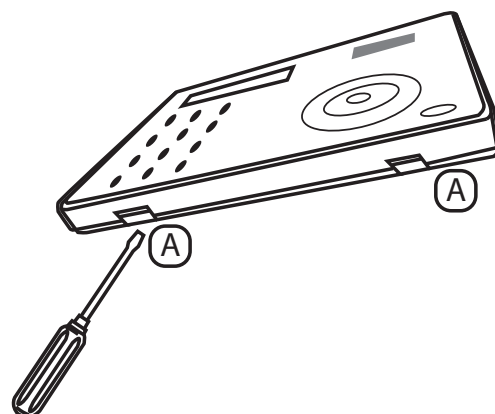

Fig 1. Öppning av kapslingen.
1. Dra kabeln genom lämplig kabelgenomföring (hål 7. fig 1).